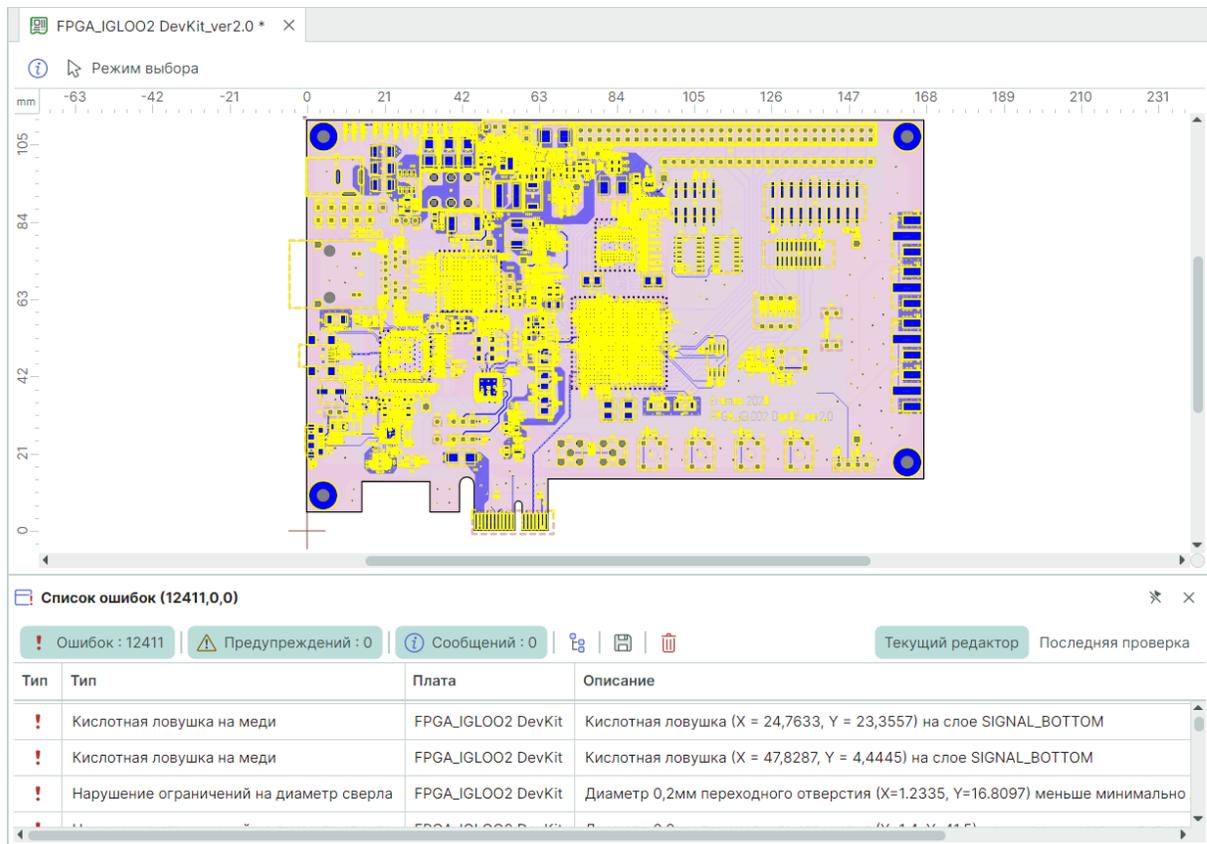

Рис. 508 Отображение выявленных нарушений по итогу выполнения проверки платы на технологичность
4. При выявлении ошибок в ходе выполнения проверки в панели «Список ошибок» будут отображены все нарушения, см. Рис. 508. Также все выявленные нарушения будут подсвечены на плате.